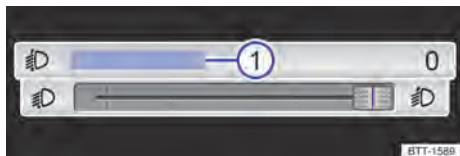

Fig. 88 En el sistema de infotainment: regulador táctil para la regulación del alcance de las luces.
En función del equipamiento, el alcance de las luces se puede ajustar con el botón desplazable del sistema de infotainment → fig. 88.
- Pulse el botón de función **Regulación del alcance de las luces** → fig. 88 .